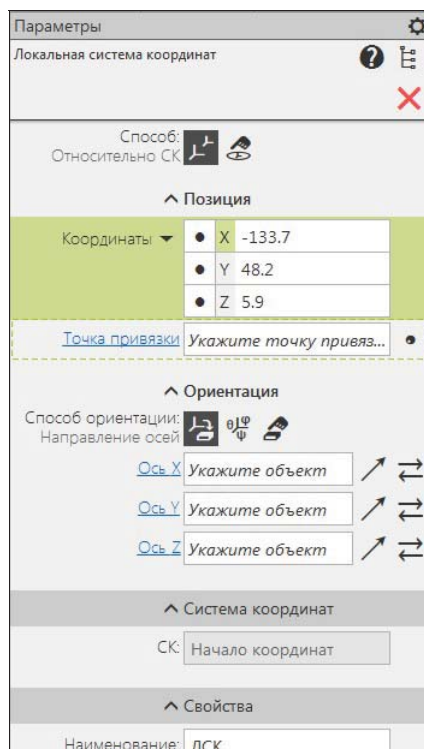

Рис. 20.25. Панель Параметры:
- ◆ на панели **Параметры: Локальная система координат** (рис. 20.25) в группе **Способ** необходимо выбрать способ построения ЛСК: